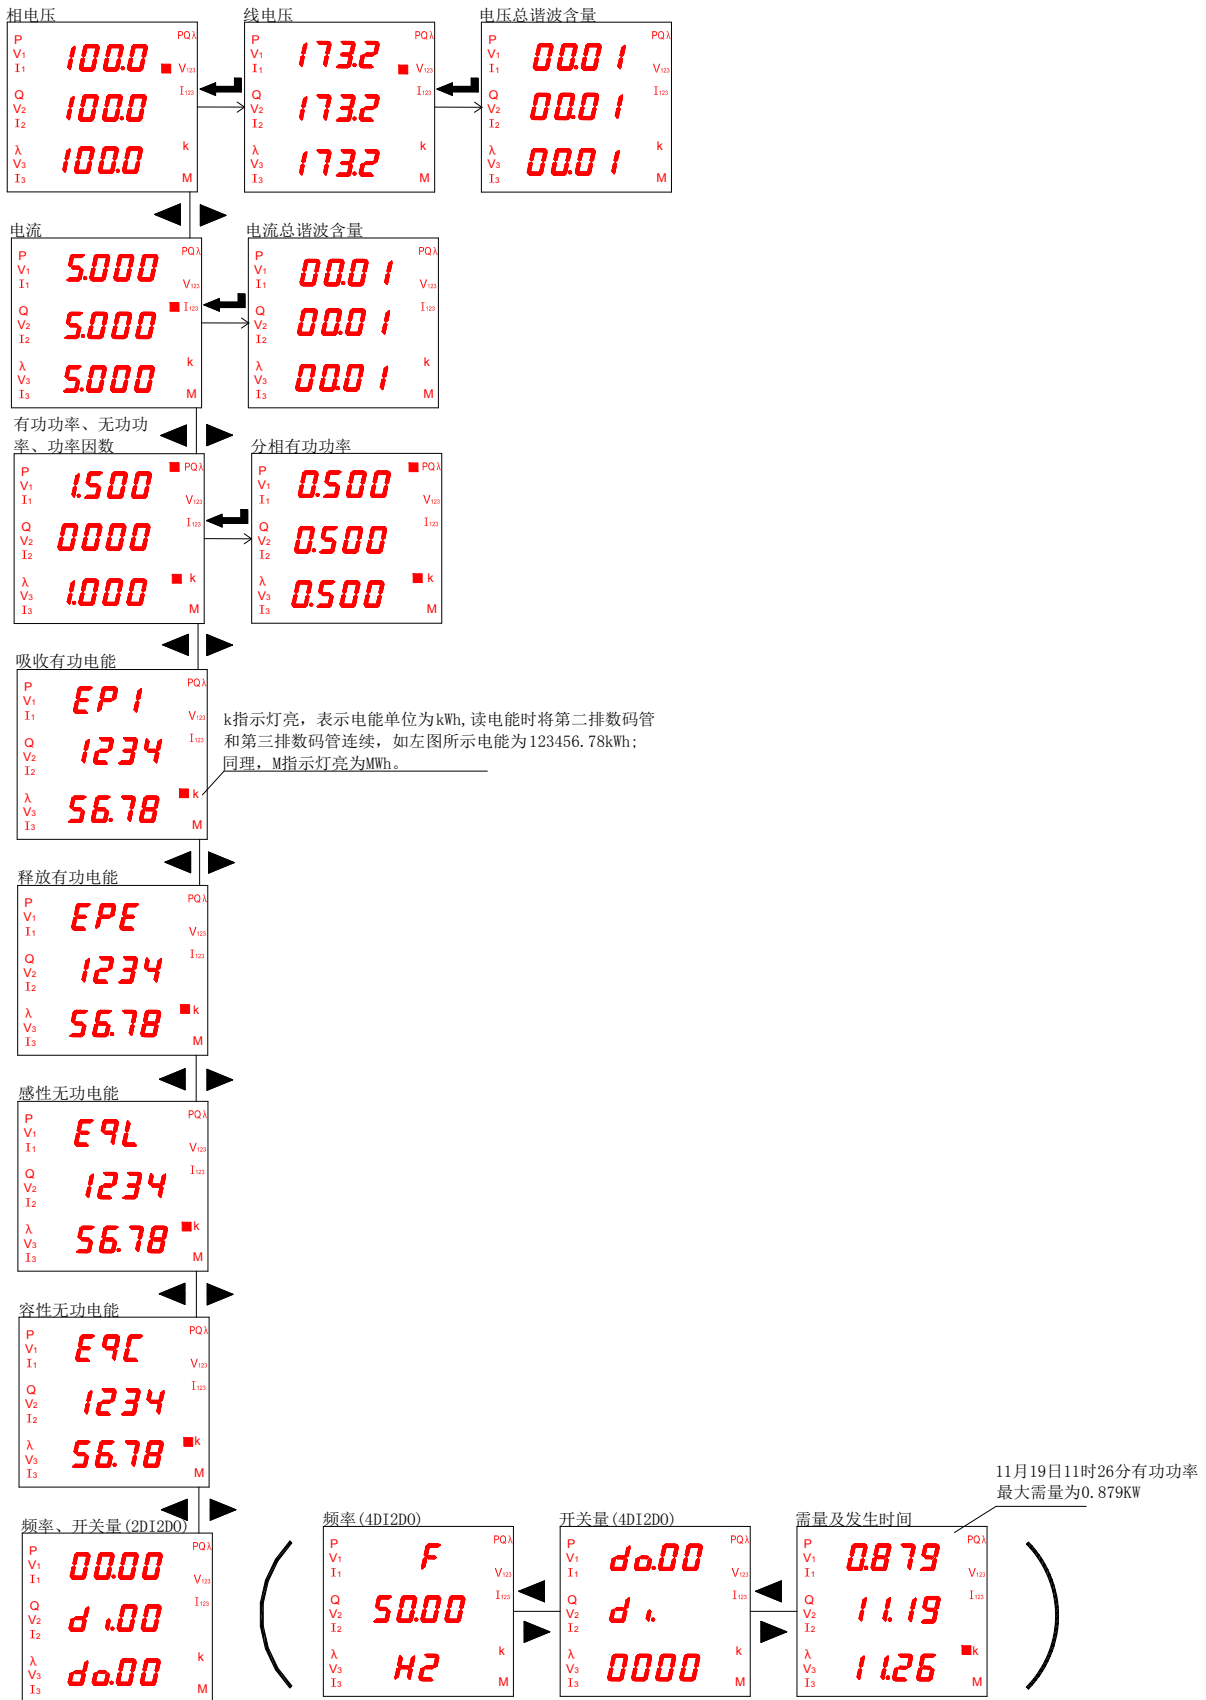

图 13
5.2.1 查看 DEMP-AC3-DXX-E 电流、电压、功率、电能和频率的操作步骤如图 13、14 所示。